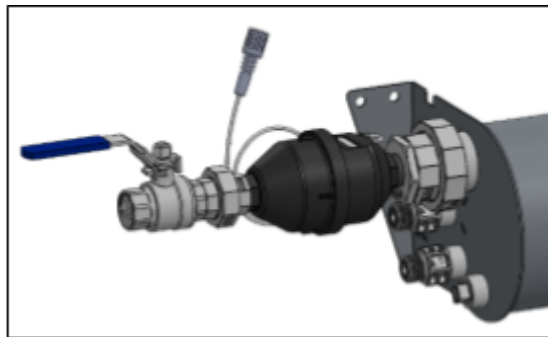

Figure 9.
- o **▲Attention** : montez le compteur d'eau avec les compteurs vers le haut et la flèche dirigée vers le réservoir de mélange. Voir figure 9.